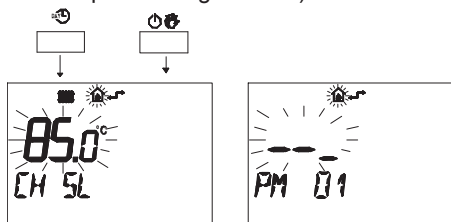

Figura 5.49
- Premere contemporaneamente i pulsanti  e  per entrare nella programmazione trasparente Figura 5.49).